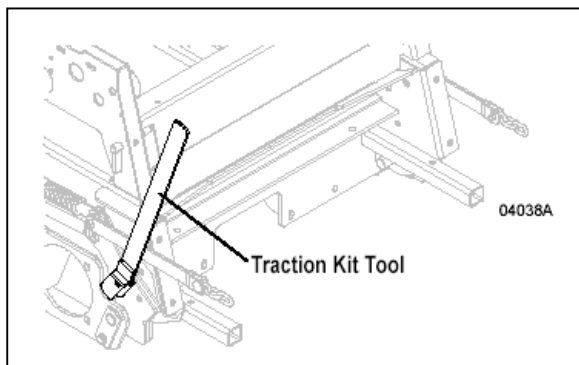

Fig. 14
- Vedr. 700- og 900-serie maskiner udstyret med 3452 PowerFold klipperdæk, se fig. 14 og følg nedenstående trin: